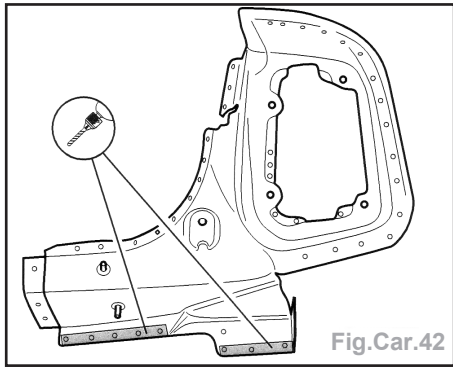

Fig.Car.42
- Percer des trous dans les supports des feux AR au niveau de la zone de raccordement avec la tôle de fermeture Ø 7 mm (Fig.Car.42).